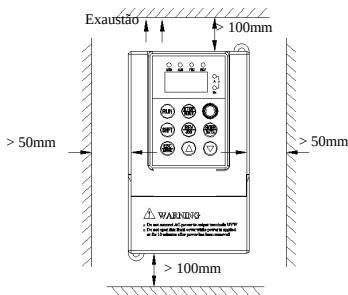

Fig. 3-1 Espaçamento
- (1) Normalmente, o conversor deve ser montado verticalmente, se a montagem for horizontal, irá afetar seriamente a dissipação de calor e o conversor deve ser utilizado para cargas menores que a nominal do inversor.
- (2) Necessário espaço e distância mínima de montagem, ver Fig.3-1.